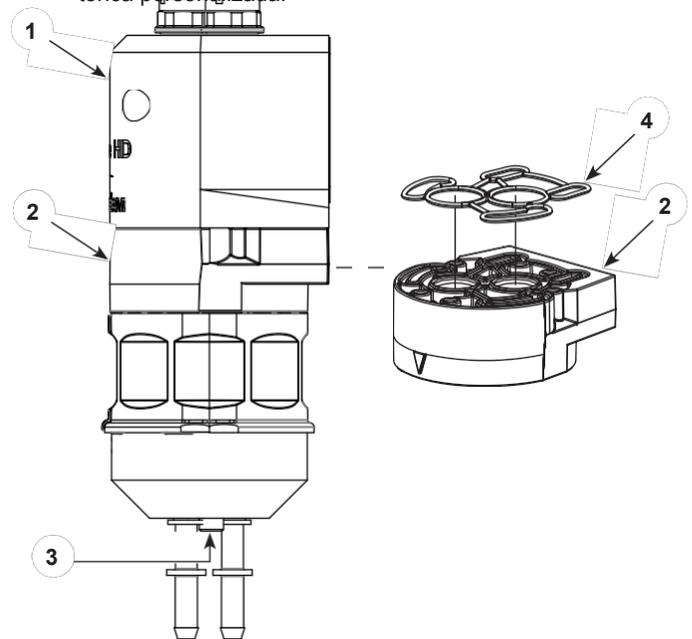

Figura 11 Bomba Comprobación de tierra
**NOTA:** Este procedimiento requiere un multímetro. Ver figura 11